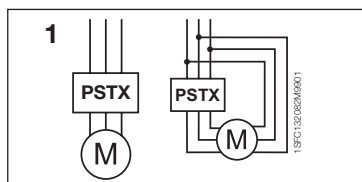

Figura 1: En línea, dentro del triángulo
2. Conecte el circuito principal: los terminales 1L1 - 3L2 - 5L3 al lado de la línea y los terminales 2T1 - 4T2 - 6T3 al lado del motor. Utilice una conexión de cable para PSTX30...105, véase la Figura 1 en el gráfico 7; y una conexión de terminal para PSTX142...1250, véase la Figura 2, en el gráfico 7. Los arrancadores suaves PSTX pueden conectarse tanto “en línea” como “dentro del triángulo”, véase la figura 1.